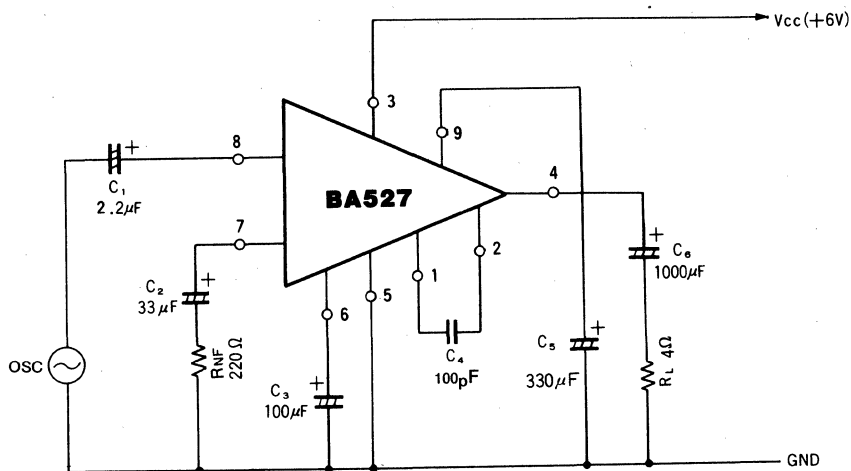

Fig. 1
- 2) 減電圧特性が優れている (動作開始電圧 $S_V < 2V$) (Fig. 1 参照)。